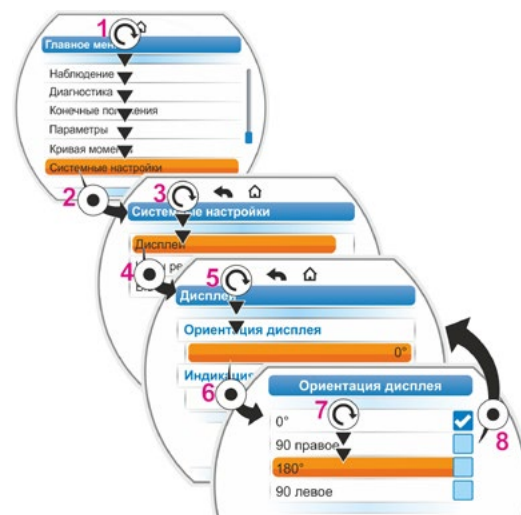

Рис. 2: Изменение ориентации дисплея
1. Выберите в главном меню 'Системные настройки' (рис. 2, поз. 1) и нажмите кнопку Drive Controller (рис. 2, поз. 2). Появится меню 'Системные настройки'.
2. Установите оранжевую полосу на 'Дисплей' (3) и нажмите кнопку Drive Controller (4). Появится меню 'Дисплей' с показанием текущего значения поворота в градусах.
3. Установите оранжевую полосу на значение поворота в градусах (5) и нажмите кнопку Drive Controller (6). Индикация на дисплее изменится на 'Ориентацию дисплея'. Текущее значение отмечено 'галочкой' .
4. Установите оранжевую полосу на желаемое значение (7) и нажмите кнопку Drive Controller (8). Ориентация дисплея изменится соответствующим образом.